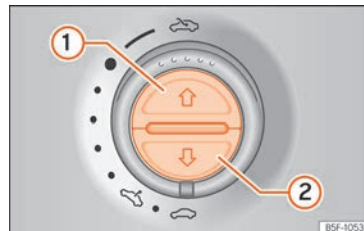

Abb. 111 Im Dachhimmel: Tasten des Sonnenschutzrollos.
- Taste »» Abb. 111 ① kurz drücken.
- Sonnenschutzrollo: 5 Sekunden ab der Aktivierung des Einklemmschutzes verstreichen, drücken Sie die Taste »» Abb. 111 ② bis sich das Rollo vollständig schließt.